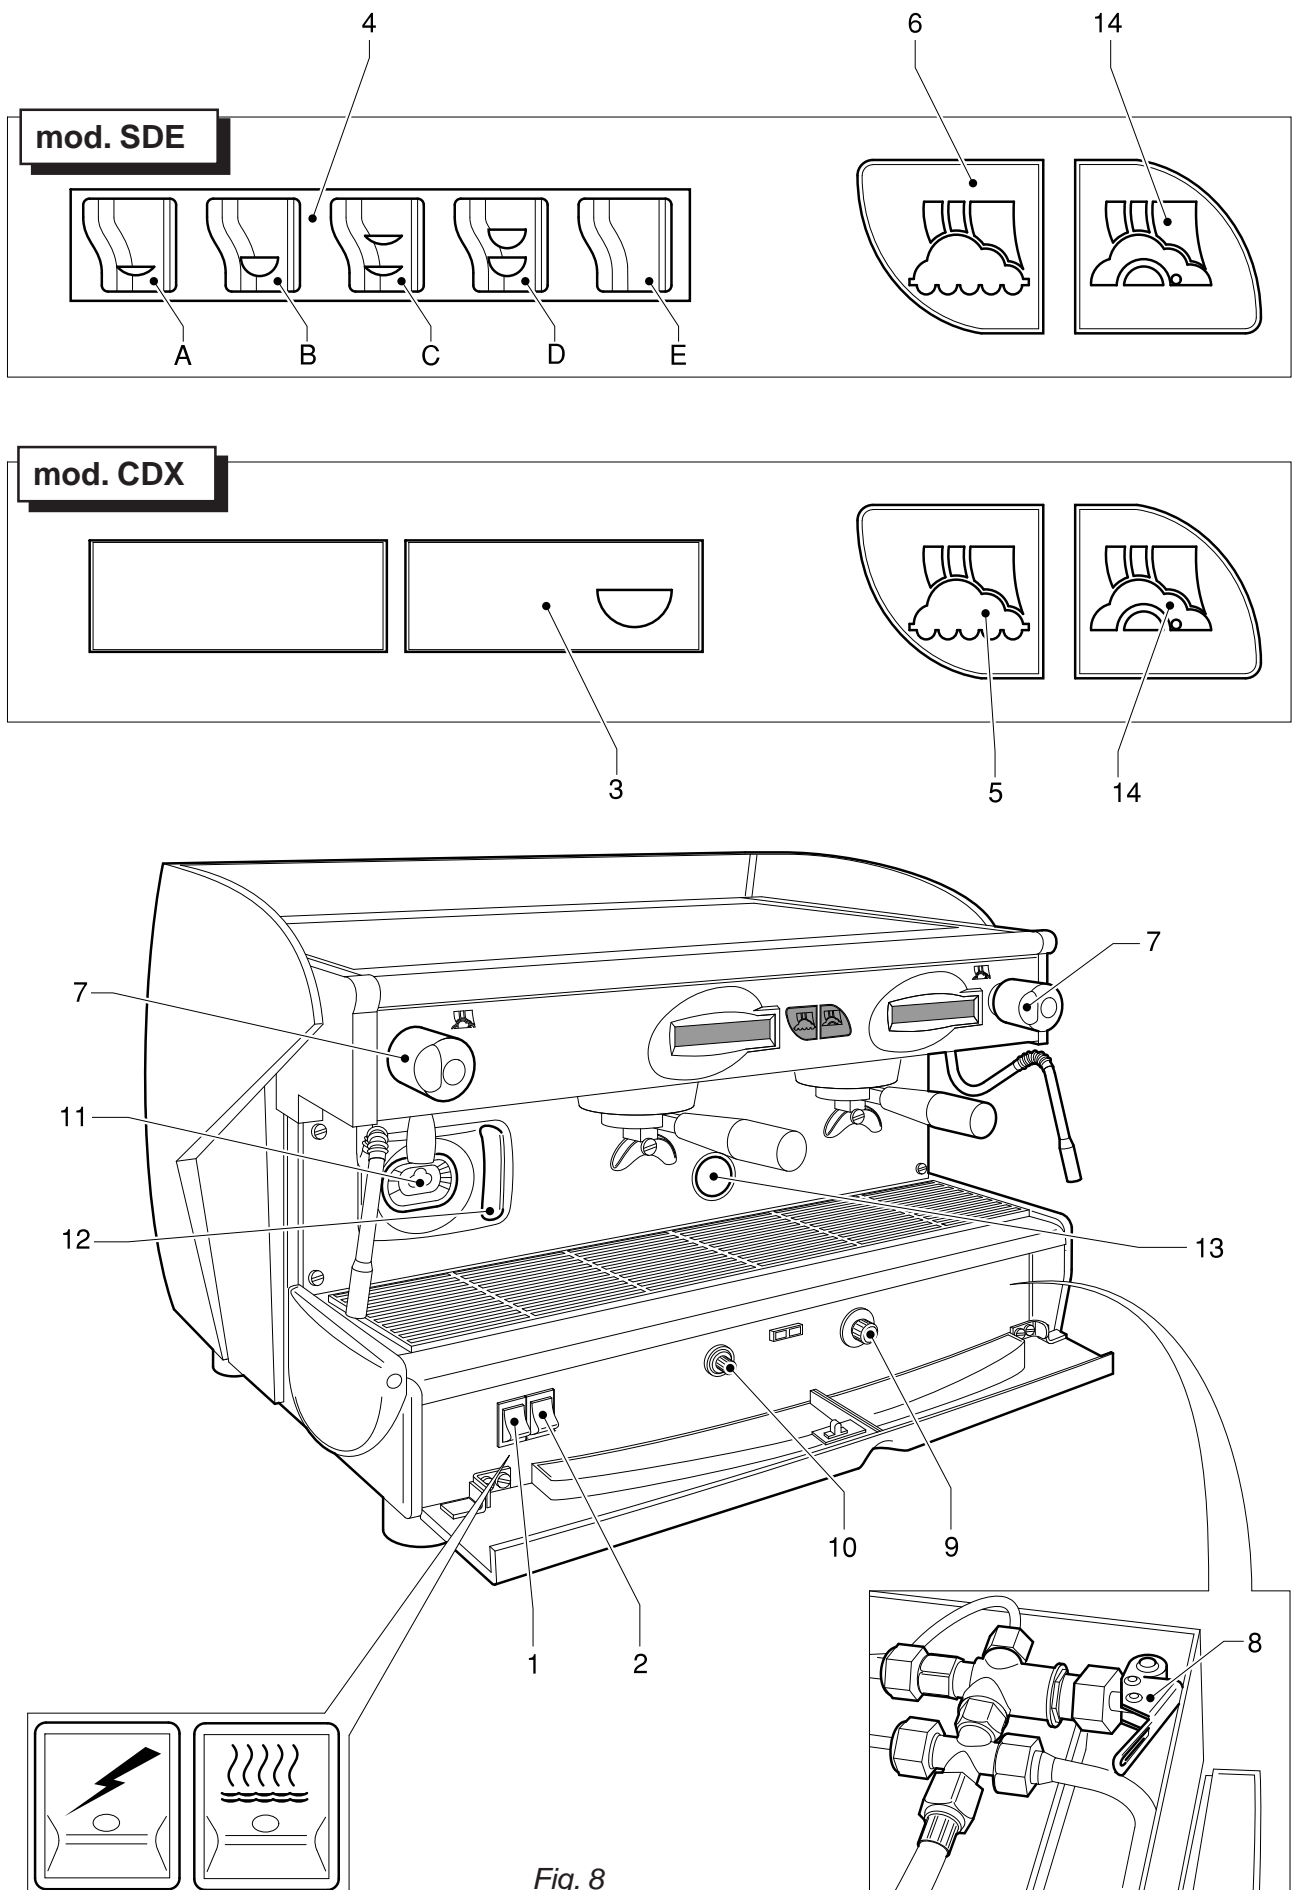

Fig. 8
7.1. Comandi Fig.8
7.2. Strumenti di controllo (Fig.8)
Modelli con gas (Fig.8)
- Posizionare le tazze sotto i beccucci erogatori, avviare l'erogazione con il comando 3 o la tastiera 4 secondo il modello (Fig.8).
- Aprire gradualmente il rubinetto vapore 7 (Fig.8); il vapore gorgogliando nel liquido, gli cede calore portandolo fino alla temperatura desiderata.
- Posizionare sotto la lancia di erogazione acqua calda il contenitore, quindi attivare il comando di erogazione secondo il modello (Fig.8). Raggiunta la quantità desiderata, spegnere l'interruttore.
- Tenere premuto il comando di erogazione 4-E (Fig.8) per almeno quattro secondi poi rilasciare il pulsante; la macchina eroga in continuo acqua.